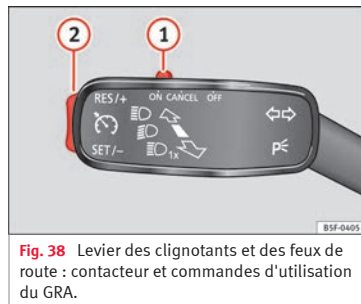

Fig. 38 Levier des clignotants et des feux de route : contacteur et commandes d'utilisation du GRA.
- Connecter le GRA : déplacez le contacteur » fig. 38 ① sur **ON**. Le système s'allume. Étant donné qu'aucune vitesse n'a été programmée, le système ne règle pas la vitesse.
- Activer le GRA : appuyez sur le bouton » fig. 38 ② dans la zone **SET/-**. La vitesse fixée est alors mémorisée et maintenue.
- Déconnecter le GRA temporairement : déplacez le contacteur » fig. 38 ① sur **CANCEL** ou appuyez sur la pédale de frein. Le réglage est désactivé temporairement.
- Reconnecter le GRA : appuyez sur le bouton » fig. 38 ② sur **RES/+**. La vitesse mémorisée sera de nouveau enregistrée et régulée.
- Augmenter la vitesse programmée pendant le réglage du GRA: appuyez sur le bouton ② sur **RES/+**. Le véhicule accélère jusqu'à la nouvelle vitesse enregistrée.
- Réduire la vitesse programmée pendant le réglage du GRA: appuyez sur le bouton ② sur **SET/-** pour réduire 1 km/h (1 mph). La vitesse est réduite jusqu'à atteindre la nouvelle vitesse enregistrée.
- Déconnexion du GRA: déplacez le contacteur » fig. 38 ① sur **OFF**. La vitesse mémorisée est effacée et le système est déconnecté.